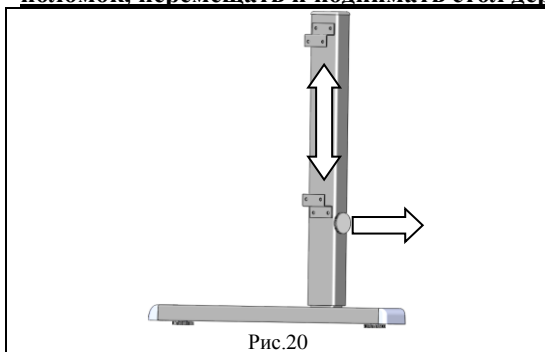

Рис.20
6.3. Для ступенчатого регулирования столешниц по высоте необходимо раскрутить фиксатор на стойках боковых правой и левой, произвести подъем/опускание кожуха стойки и закрепить на нужной величине в зависимости от роста пользователя, см.рис.20 и 20б.
**Примечание: При перемещении стола следует держать стол за стенки боковые ближе к стойкам согласно рис. 20а. Категорически не допускается, во избежание поломок, перемещать и поднимать стол держась за столешницу.**
Рис.20а
Рис. 20б